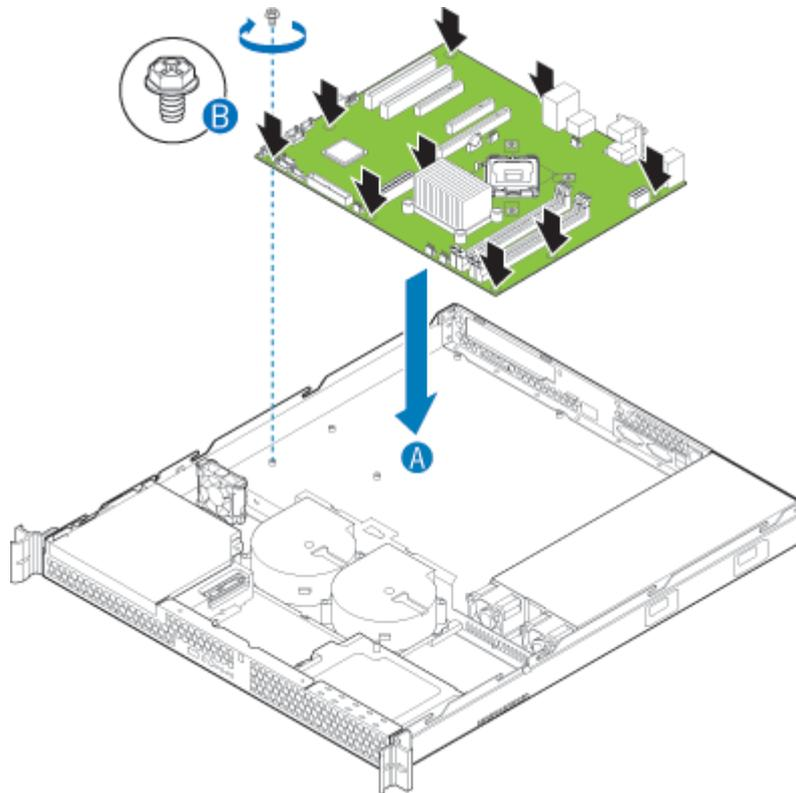

Figure 124: Installation de la carte du serveur
10. Placez la carte du serveur dans le serveur tel qu'indiqué par la lettre "A" dans Figure 124.